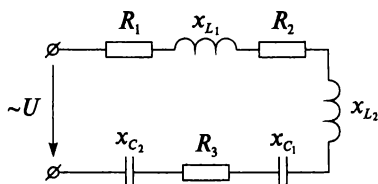

Рис. 9.18
4. Цепь присоединена к источнику с напряжением 120 В (рис. 9.18).